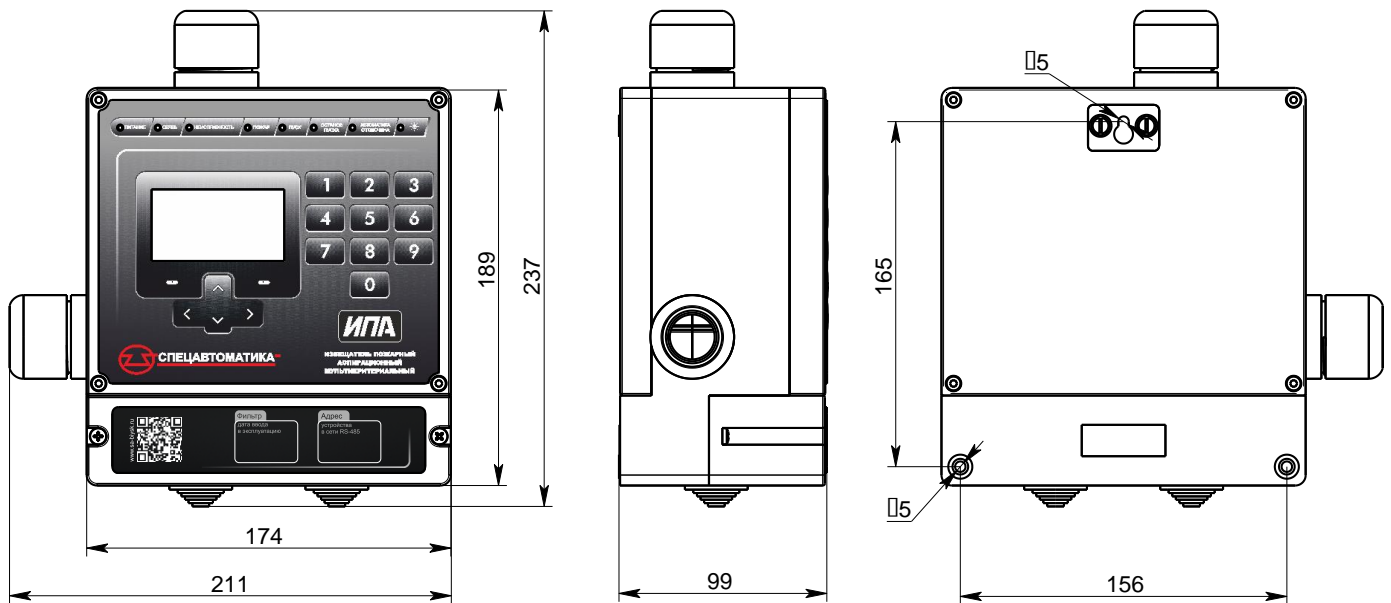

Рисунок 9 – Внешний вид, габаритные и установочные размеры
7.17 Допускается прокладывать воздухозаборный трубопровод с помощью двух (рис. 9) или четырёх (рис. 5) симметричных веток. Количество отверстий и расстояние между ними должны быть полностью одинаковым на каждой из веток. В конце каждой ветки установить заглушку. Диаметр заборных отверстий и максимальная длина трубопровода указаны в приложении А табл. А.1-А.18.